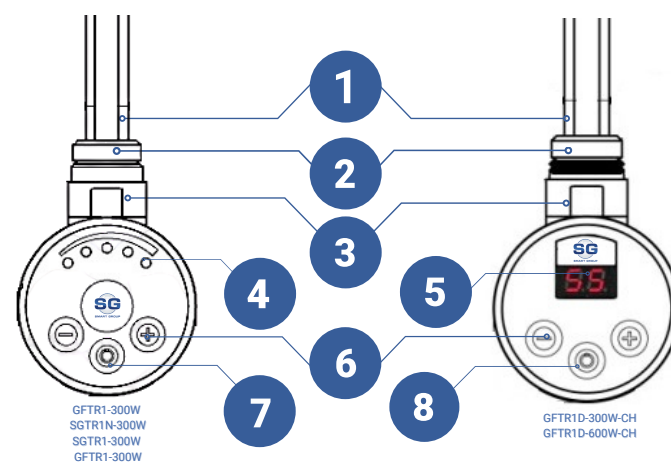

Рис. 1
- 2.1. Общий вид электронагревателя (ТЭНа) представлен на рис. 1: